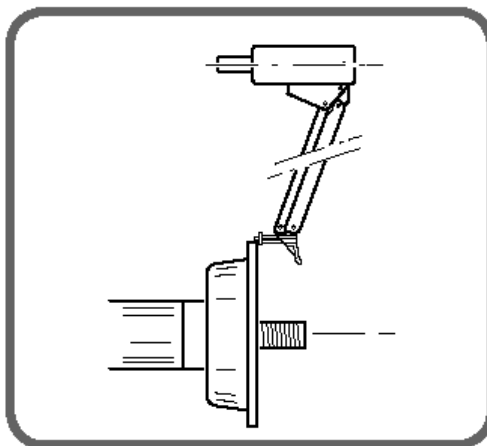

Рис. 40 Потенциометр ширины: регулировка на адаптере
1. Открыть Сервисную страницу №1 и нажать кнопку (3).
2. Установить сенсор ширины на адаптер, как это показано на рис. 40.
3. Нажать на кнопку (1). Станок произведет звуковой сигнал подтверждения.